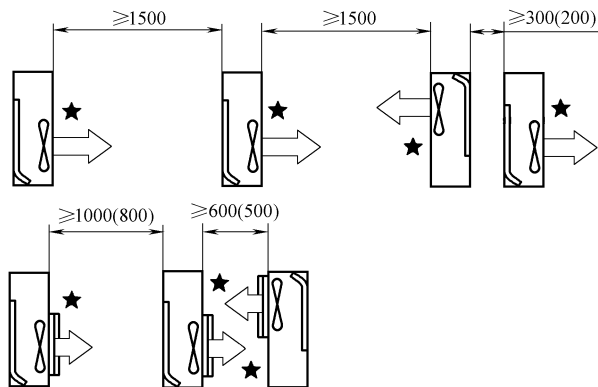

图 3-26 对向设置方式
2) 对向设置（★标记表示维修面板一侧），如图 3-26 所示。